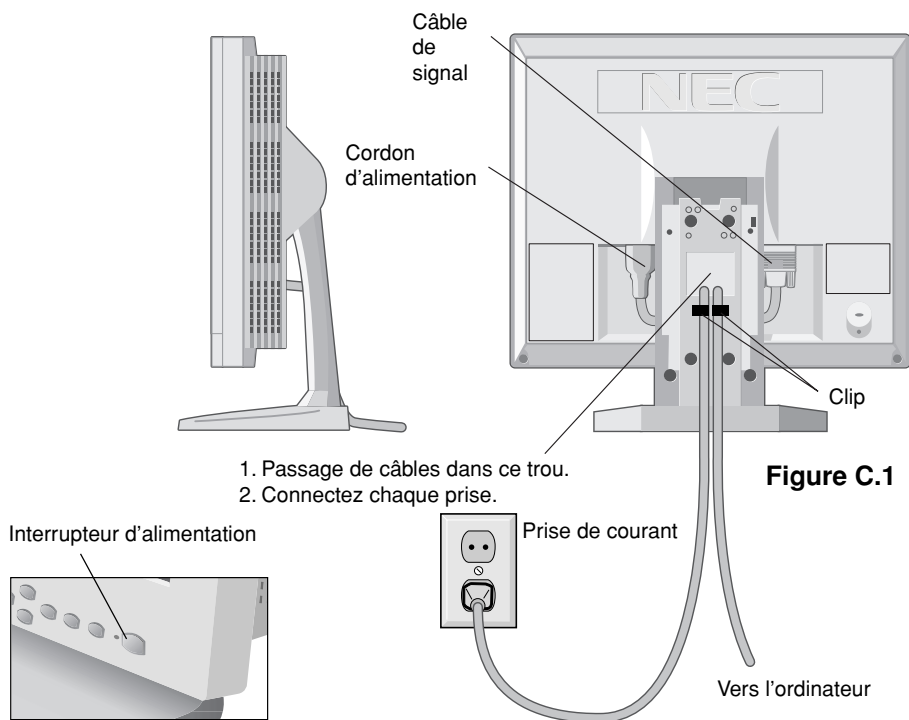

Figure C.1
3. Branchez le mini-connecteur D-SUB à 15 broches du câble vidéo au connecteur approprié à l'arrière du moniteur (**Figure C.1**).
4. Connectez une extrémité du câble d'alimentation au moniteur MultiSync LCD et l'autre à la prise d'alimentation. Placez le câble de signal vidéo et le cordon d'alimentation sous les clips (**Figure C.1**).